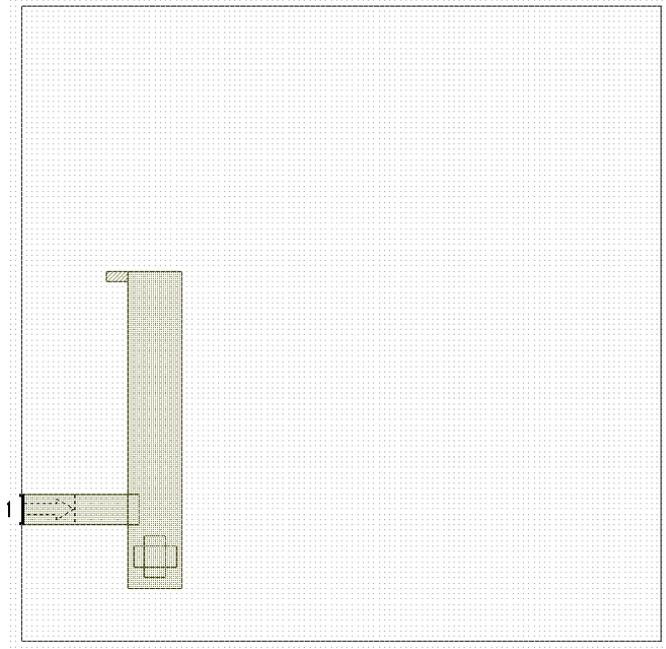

Рисунок 2.18 – Установка порта и сдвиг референсной плоскости
5. Напечатайте «-0.4» как величину dx и «-0.2» как dy и затем нажмите **ОК**. Прямоугольный проводник покажется в окне EM структуры (Рисунок 2.18). Если маленький проводник находится не в том месте, как показано на рисунке, то передвиньте его.